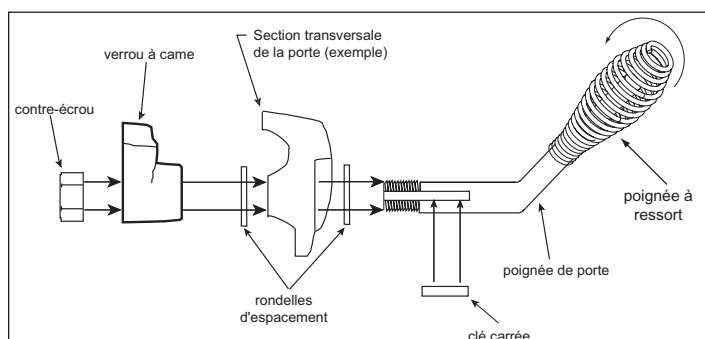

Figure 23.3 - Poignée de porte pour porte voûtée
3. Placez une deuxième rondelle comme illustré à la **Figure 23.3.**